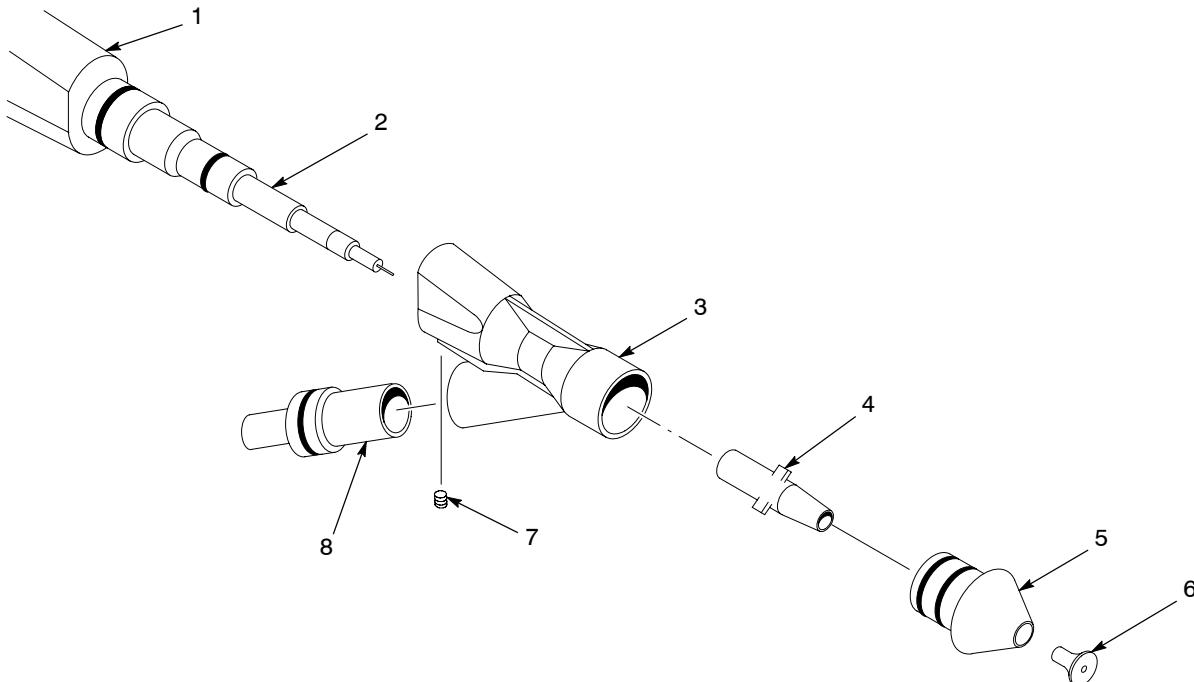

Рис. 3 Ежедневное техобслуживание
2. См. рис. 3. Снять детали форсунки (поз. 4-6) с распылителя.
3. Ослабив установочные винты (7), извлечь узел ввода порошка (3) из распылителя прямо.
5. Продуть от порошка резисторный насадок (2) и удлинитель (1). Протереть их чистой, сухой ветошью. Осторожно удалить с деталей спекшийся порошок деревянным или пластмассовым штифтом или аналогичным инструментом. Нельзя использовать инструмент, который может поцарапать пластмассу. На царапинах будет накапливаться и спекаться порошок.
7. Собрать распылитель. Повернуть детали поз. (4), (5), (6) и (8) минимум на 30° из первоначального положения для предотвращения их неравномерного износа и искривления формы факела распыла.